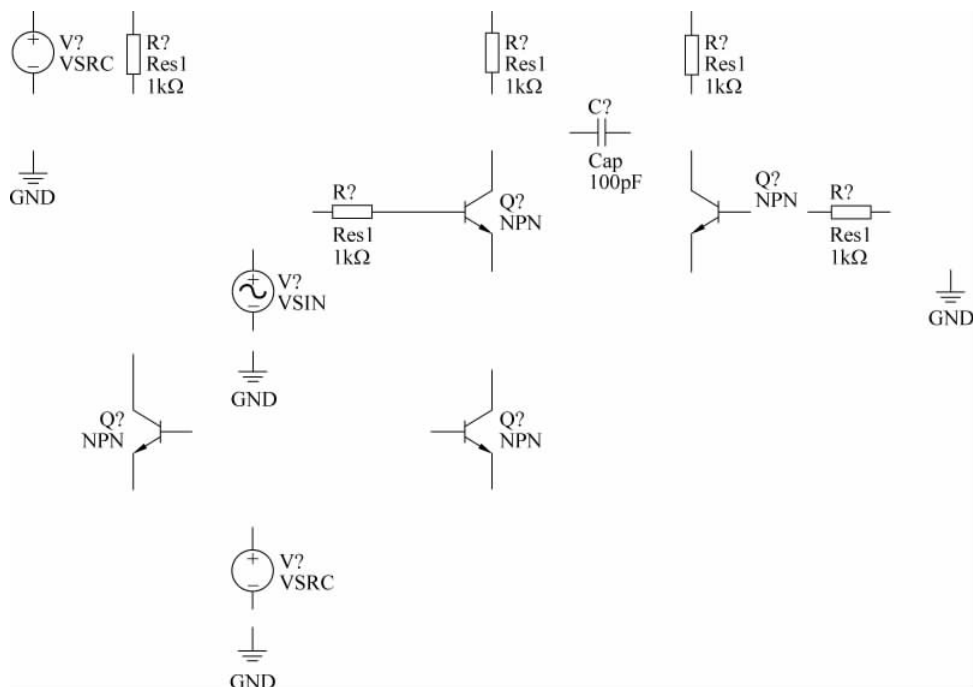

图 3-63 仿真元器件和信号源
- (1) 从 Miscellaneous Devices.IntLib 库中分别找到名字为 Res1 的电阻元件、名字为 Cap 的电容器件、名字为 QNPN 的晶体管(必须选择 Model Type 为 Simulation 的元件), 并将其按照如图 3-63 所示的位置进行放置。
- (2) 从 Simulation Sources.IntLib 库中找到名字为 VSRC 和 VSIN 的元件, 并按照如图 3-63 所示的位置进行放置。
(3) 单击 AD 主界面下工具栏内的  按钮,将 GND 按照如图 3-63 所示的位置进行放置。